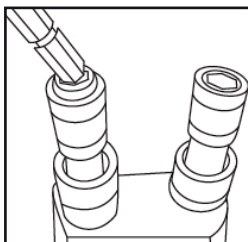

Рисунок 5
- Вставьте лопатку в шлицевой вал напрямую (рисунок 5);